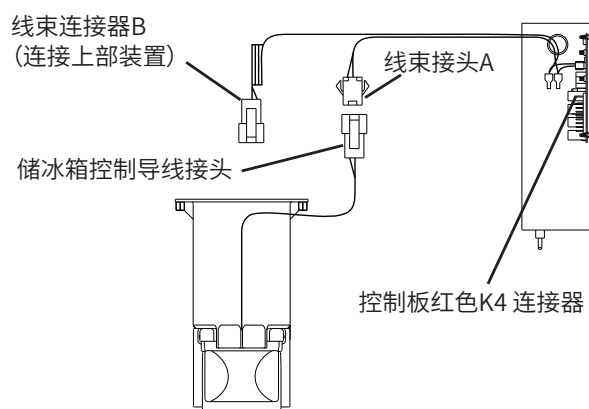

图4
- c. 用上一步卸下的翼形螺钉和附件中的翼形螺钉将储冰控制开关组件固定到制冰机底部,如图4所示。